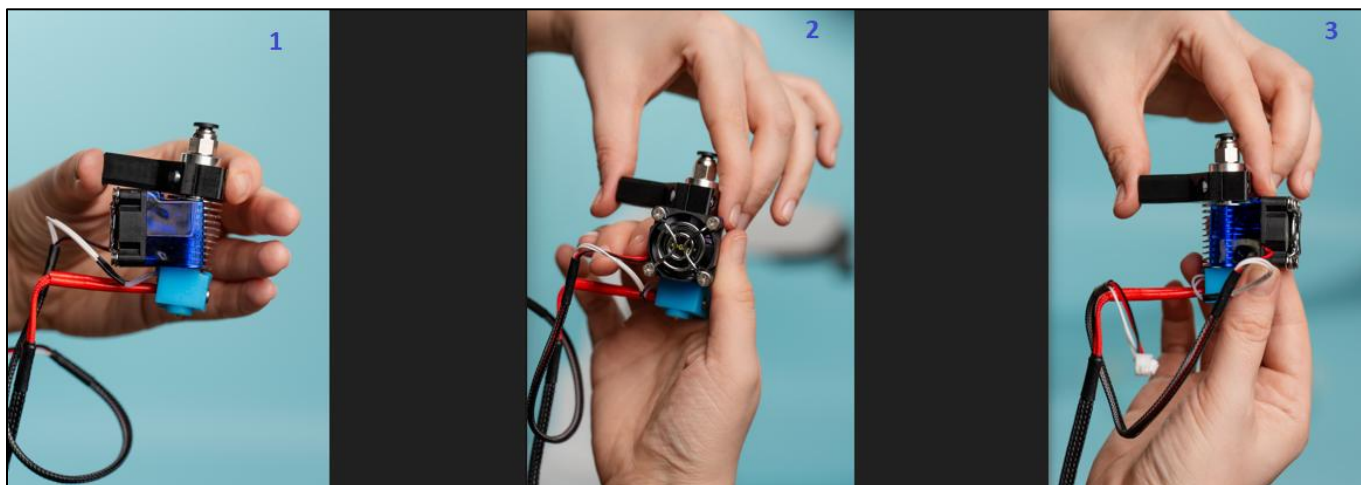

Рисунок 23 – Приведение печатающей головки в рабочее положение
- 1) Возьмите печатающую головку и приведите ее в рабочее положение (см. Рисунок 23).